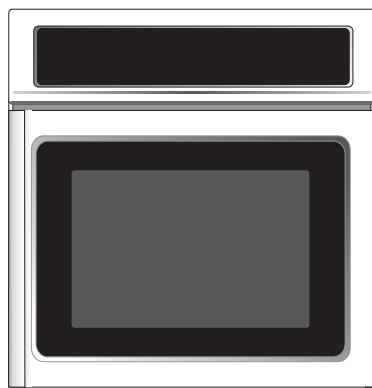

Figura 15
- 4.4.4. Coloque el pasador con rosca en la bisagra inferior (ver G, figura 15).